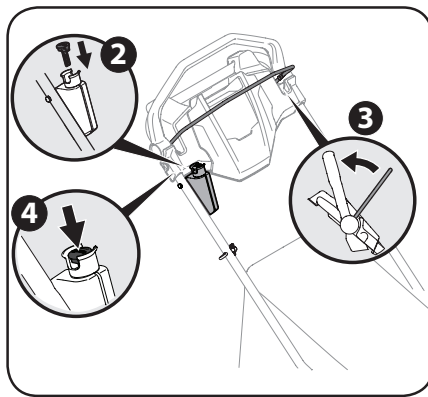

Figura 3-4
control de la cuchilla hacia atrás contra el control de transmisión. Consulte la Figura 3-4.
4. Empuje el botón del arrancador eléctrico para que arranque el motor. Consulte la Figura 3-4.